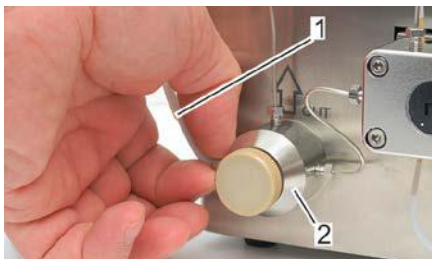

Abb. 32: Entlüftungskanüle entfernen
5. Entlüftungskanüle (Abb. 32/1) aus Druckventileinheit (Abb. 32/2) herausschrauben.